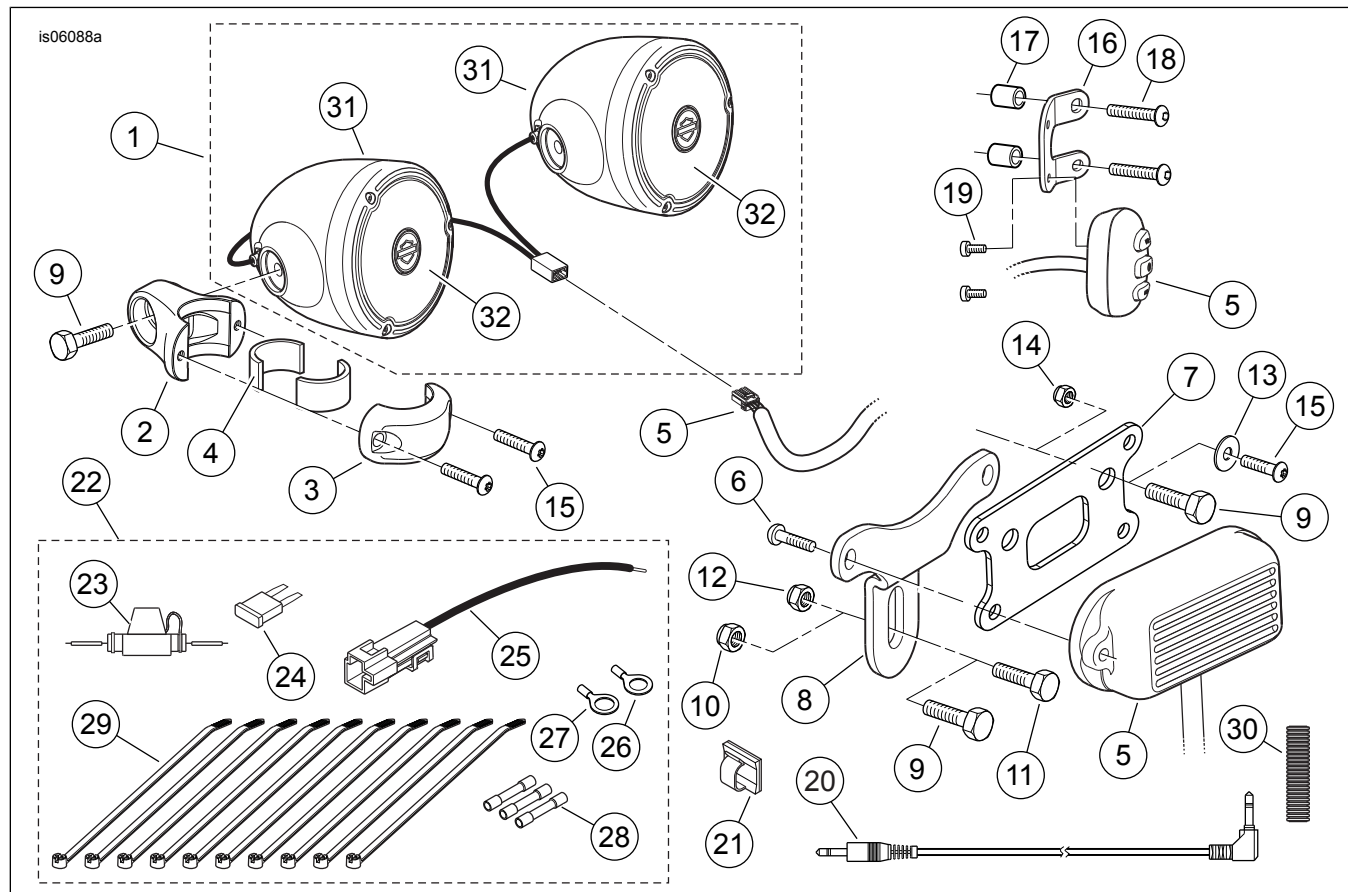

Abbildung 7. Ersatzteile, lenkermontierte Lautsprecher- und Verstärkersätze
2. Siehe Abbildung 7. Den Elektrik-Befestigungsteilepack (22) aus **DIESEM** Satz bereitlegen.
3. Den Inline-Sicherungshalter (23) und einen blauen versiegelten Stoßverbinder (28) aus dem Befestigungsteilebeutel nehmen.
13. Siehe Abbildung 7. Eine Kabelöse aus dem Elektrik-Befestigungsteilepack nehmen.
- **Dyna Wide Glide-Modelle:** einen Kontakt mit einem Innendurchmesser von 7,9 mm (5/16 in) (27) verwenden.
- **Alle Modelle AUSSER Dyna Wide Glide:** einen Kontakt mit einem Innendurchmesser von 6,4 mm (1/4 in) (26) verwenden.
2. Kabelüberlänge unter dem Kraftstofftank, im Scheinwerfertopf oder unter der Lenkerschelle aufrollen, so dass sie die Lenkerfunktionsweise nicht beeinträchtigt. Die 5-A-Sicherung (24) in den Inline-Sicherungshalter auf dem roten Kabel einsetzen.
5. Siehe Abbildung 7. Der 3,5-mm-Steckverbinder vom Bedienungselement kann mit Kabelbindern am Lenker oder mit dem Clip mit Klebstoffrückseite (21) aus dem Satz an der oberen Gabelbrücke oder am Topf gesichert werden. Bei Verwendung des Clips: